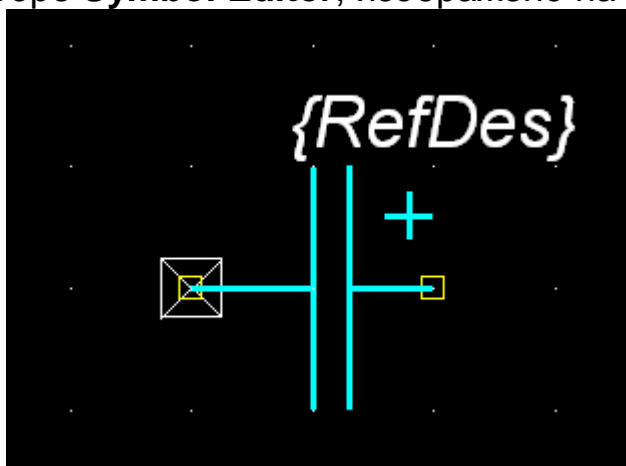

Рис. 16 Электролитический конденсатор (**Grid=5mm**)
- 5.3 УГО электролитического конденсатора, нарисованного в редакторе **Symbol Editor**, изображено на рис. 16.